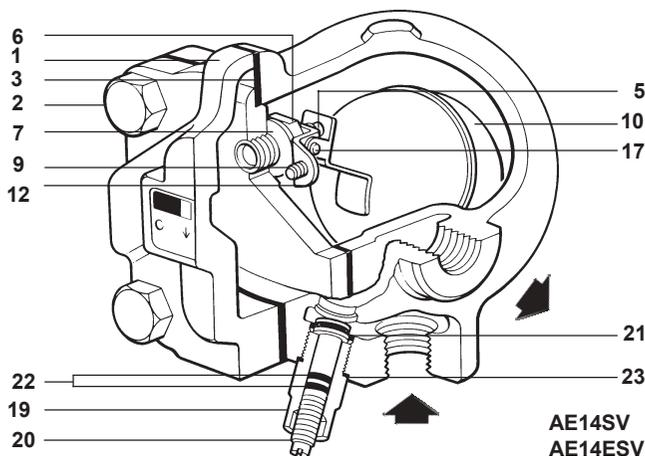

Рис. 2
- 4.4** Воздушник должен устанавливаться вертикально так, чтобы вход находился снизу. Во время нормальной работы, а также если внутри корпуса воздушника соберется грязь, воздушник может начать пропускать не только воздух но и воду. Поэтому выход должен быть заведен в безопасное место (см. Рис. 2).